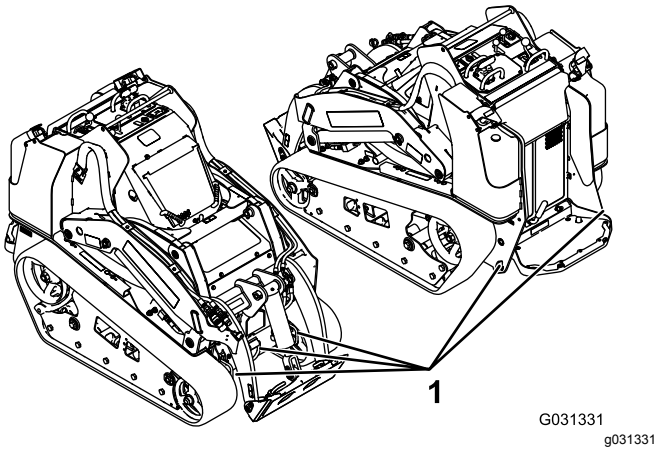

Figura 36
8. Utilizzate gli anelli di ancoraggio in metallo sulla macchina per fissare saldamente la macchina al rimorchio o all'autocarro con fascette, catene, cavi o funi (Figura 36). Fate riferimento ai regolamenti locali per i requisiti di ancoraggio.
La macchina può essere sollevata utilizzando gli anelli di ancoraggio/ sollevamento come punti di sollevamento indicati nella Figura 36.